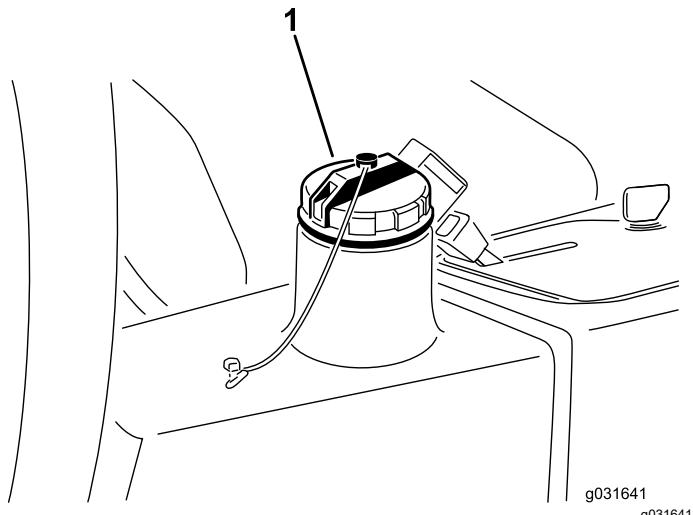

Figura 67
4. Riempite il serbatoio idraulico (Figura 67) con circa 13,2 litri di fluido idraulico; vedere Verifica dell'impianto idraulico (pagina 59).